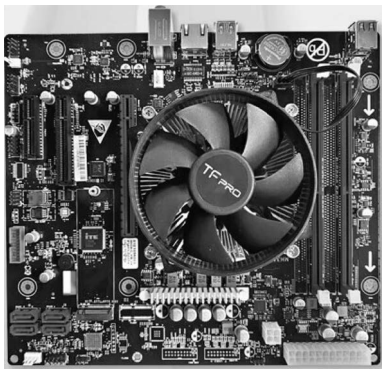

图 3-23 集特 GM9-5601 主板
(3) 集特 GM9-5601 采用海光 HG3250 处理器设计的 8 核 16 线程的 Micro-ATX 主板,主频最高可达 2.8GHz,丰富的 I/O 接口,主板内部提供 M.2 接口,可支持 SSD、WiFi 模块,可搭配 Windows 10、统信、麒麟等操作系统(图 3-23)。